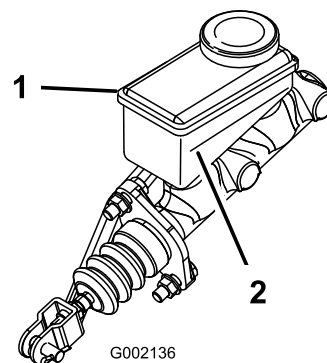

図 64
5. タンクの側面についているマークで、量を点検する 図 64。
- B. 最低ラインより上まで DOT 3 ブレーキ液を補給する 図 64。